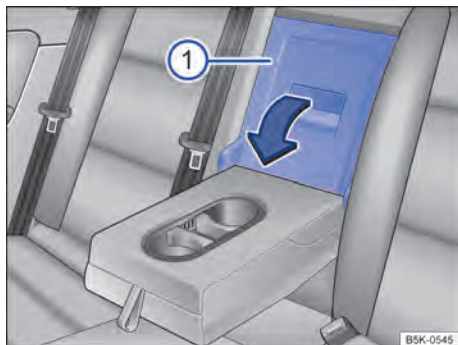

Fig. 177 No encosto do banco traseiro: abrir o dispositivo para transporte de objetos longos.
- Puxar a alavanca de destravamento no sentido da seta e rebater a tampa do dispositivo para transporte de objetos longos → Fig. 177 ① totalmente para frente.